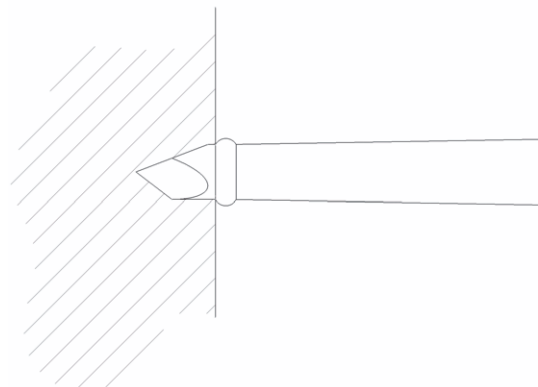

Abb. 1 Ankörner vollständig eingeführt
- Führen Sie den Ankörner niemals über die erhöhte Kante hinaus ein, siehe Abb. 1.